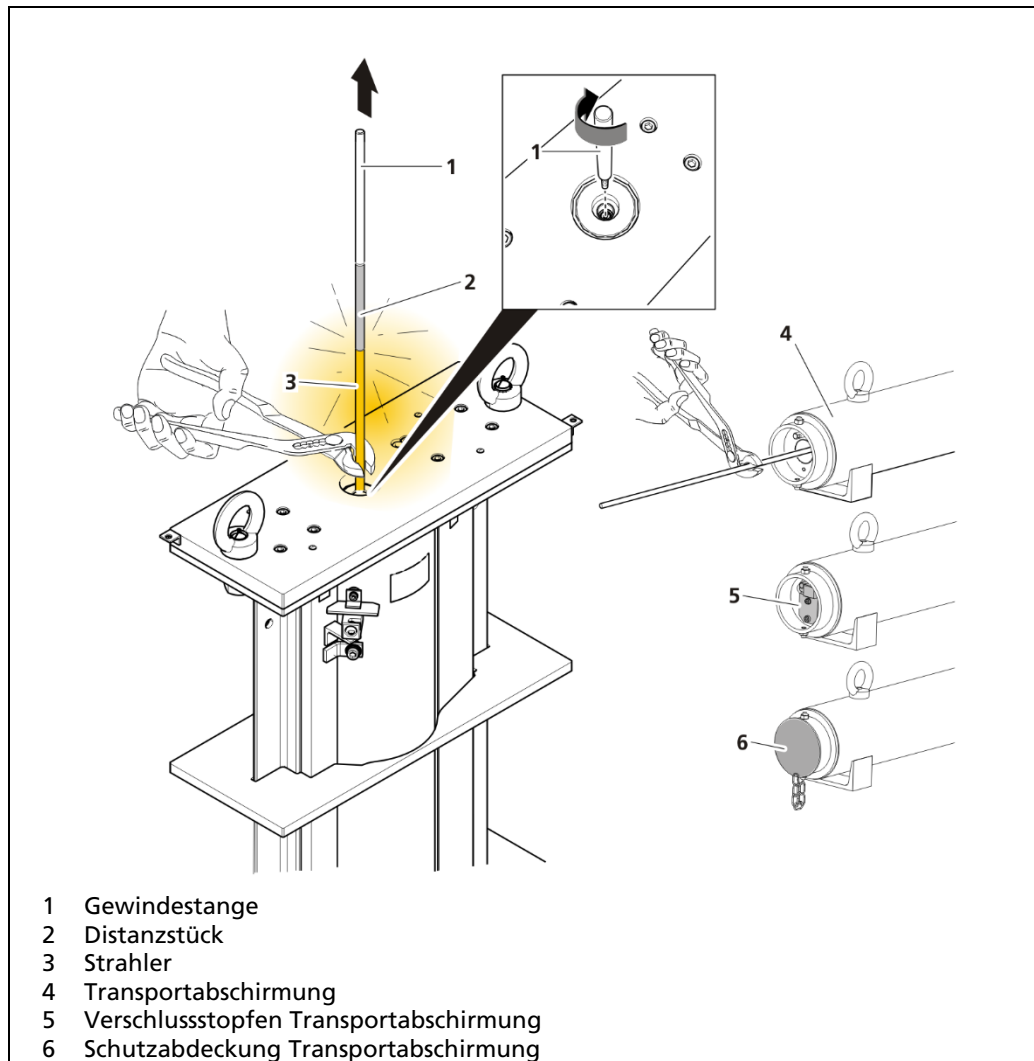

Abb. 13 Strahler aus Abschirmung ziehen
1. Stellen Sie die Transportabschirmung (Abb. 13, Pos.4) für den Strahler bereit, öffnen Sie die Schutzabdeckung (Abb. 13, Pos.6) und den Verschlussstopfen (Abb. 13, Pos.5).
5. Schrauben Sie die Gewindestange (Abb. 13, Pos.1) in das Gewinde des Distanzstückes (Abb. 13, Pos.2).
6. Ziehen Sie den Strahler an der Gewindestange aus der Abschirmung heraus. Halten Sie den Strahler (Abb. 13, Pos.3) mit der Zange.
7. Führen Sie den Strahler schnellstmöglich in die bereitgestellte und geöffnete Transportabschirmung (Abb. 13, Pos.4) ein und verschließen Sie die den Verschlussstopfen (Abb. 13, Pos.5) und die Schutzabdeckung (Abb. 13, Pos.6).